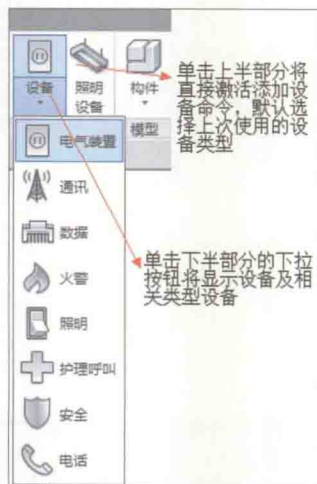

图 1-3
**【提示】** 如果看到按钮上有一条线将按钮分割为两个区域，单击上部（或左侧）可以访问通常使用的工具，单击下部可显示相关工具的列表，如图 1-3 所示。